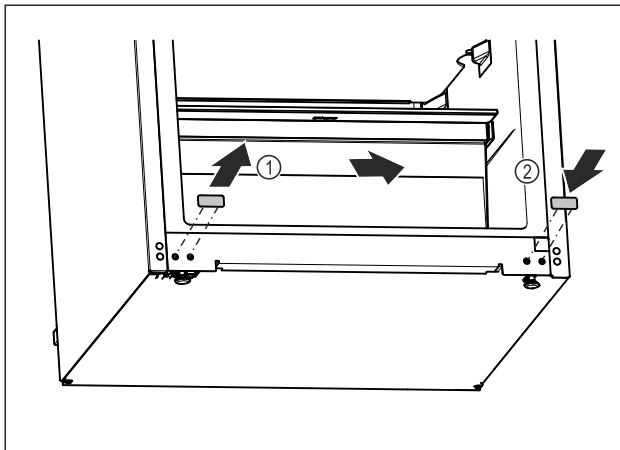

Fig. 12
- ▶ Trek de afdekdop eruit. Fig. 12 (1)
- ▶ Plaats de afdekdop aan de andere kant. Fig. 12 (2)